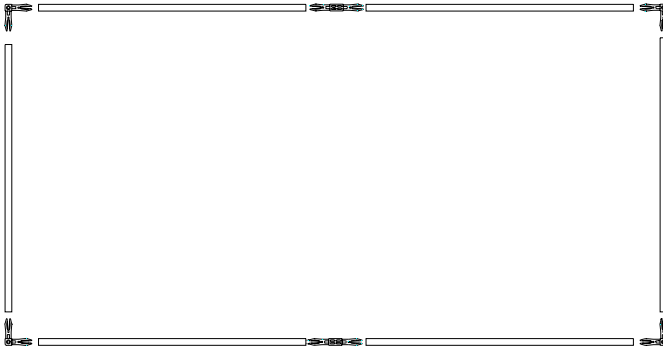

Abbildung 11: Aufbau des Rahmens 610 mm x 1220 mm
- 1 Montieren Sie einen Trägerrahmen 610 mm x 1220 mm, wie in Abbildung 11 dargestellt, mit Hilfe von 2 Aluminium-Rohrstücken von 610 mm Länge, 4 rechtwinkligen Verbindungsstücken und 2 geraden Verbindungsstücken. Denken Sie daran, dass bei dem Trägerrahmen die Klettband-Oberflächen nach innen zeigen müssen (zur Mitte der Konstruktion).